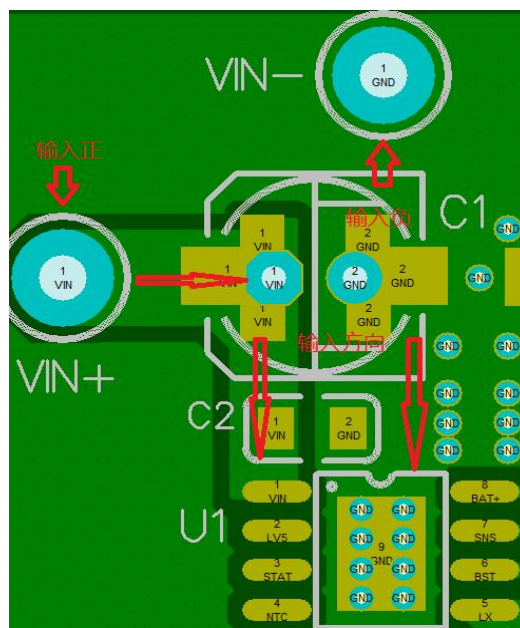

图 1
1. 输入正负极走线尽量先经过输入大小两个电容，分别再到芯片的第一脚和底盘地，放置在输入大电流回路。如下图 1 所示: